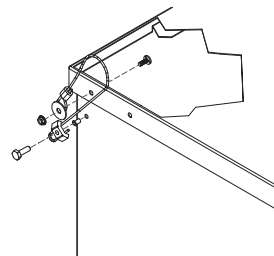

Figure 5
11. Après avoir monté les charnières sur la tourelle et la costière, attacher le câble d'arrêt aux deux côtés de la base de la tourelle comme indiqué à la Figure 5.
12. Attacher le bout libre du câble d'arrêt à la costière et à la base de la tourelle avec une vis à souder de 1/4-20 x 3/4 po et un écrou de 1/4-20 par côté, voir Figure 5.